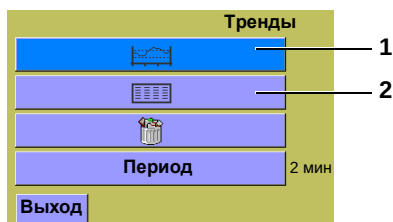

Рис. 4.31 Меню трендов
- 1. Нажмите клавишу [Table Icon], чтобы открыть меню табличных трендов (см. (2) Рис. 4.31 'Меню трендов').
2. Выберите параметр (параметры) (3), которые вы хотите просмотреть.
3. Нажмите клавишу [Checkmark Icon] (4) для визуализации трендов в табличном формате.